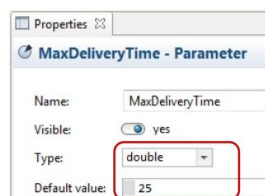

Рисунок 8.3 – Налаштування параметра *MaxDeliveryTime* (до 25 днів)
4. Встановіть для іншого параметра *MaxDeliveryTime* значення 25 днів, щоб відобразити наше припущення, що доставка продукту може зайняти до 25 днів (рис. 8.3).